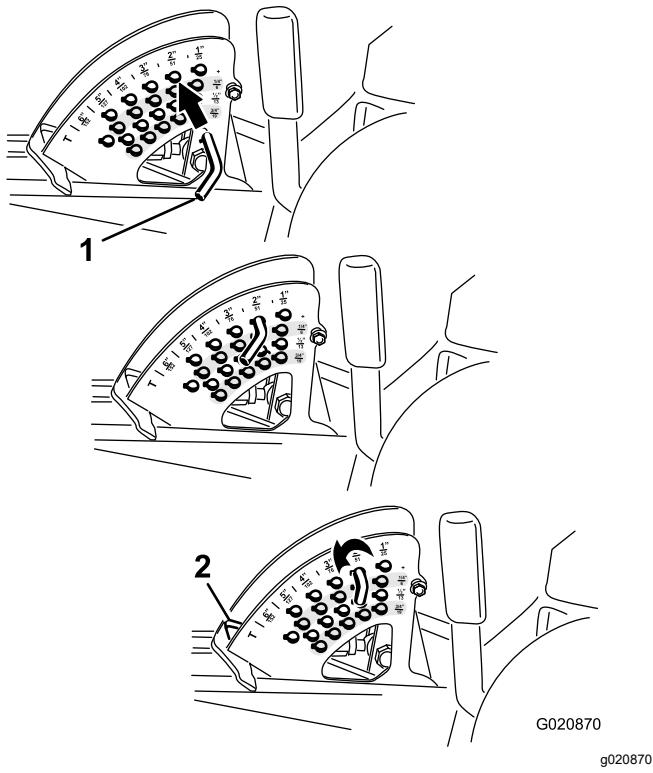

Figure 12
2. Tournez la goupille de butée jusqu'à ce que la goupille cylindrique située à l'intérieur soit en face des trous du support de hauteur de coupe et retirez-la (Figure 12).
3. Placez la goupille dans le trou du support correspondant à la hauteur de coupe voulue et tournez-la pour la verrouiller en place (Figure 12).
Remarque: Il y a 4 rangées de trous (Figure 12). La première rangée donne la hauteur de coupe indiquée au-dessus de la goupille. La deuxième rangée donne la hauteur indiquée plus 6 mm (0,25 po). La troisième rangée donne la hauteur indiquée plus 12 mm (0,5 po). La dernière rangée donne la hauteur indiquée plus 18 mm (0,75 po). Un seul trou, situé dans la deuxième rangée, correspond à la hauteur de 15,8 cm (6 po). Il n'ajoute pas 6 mm (0,25 po) à la hauteur de 15,8 cm (6 po).